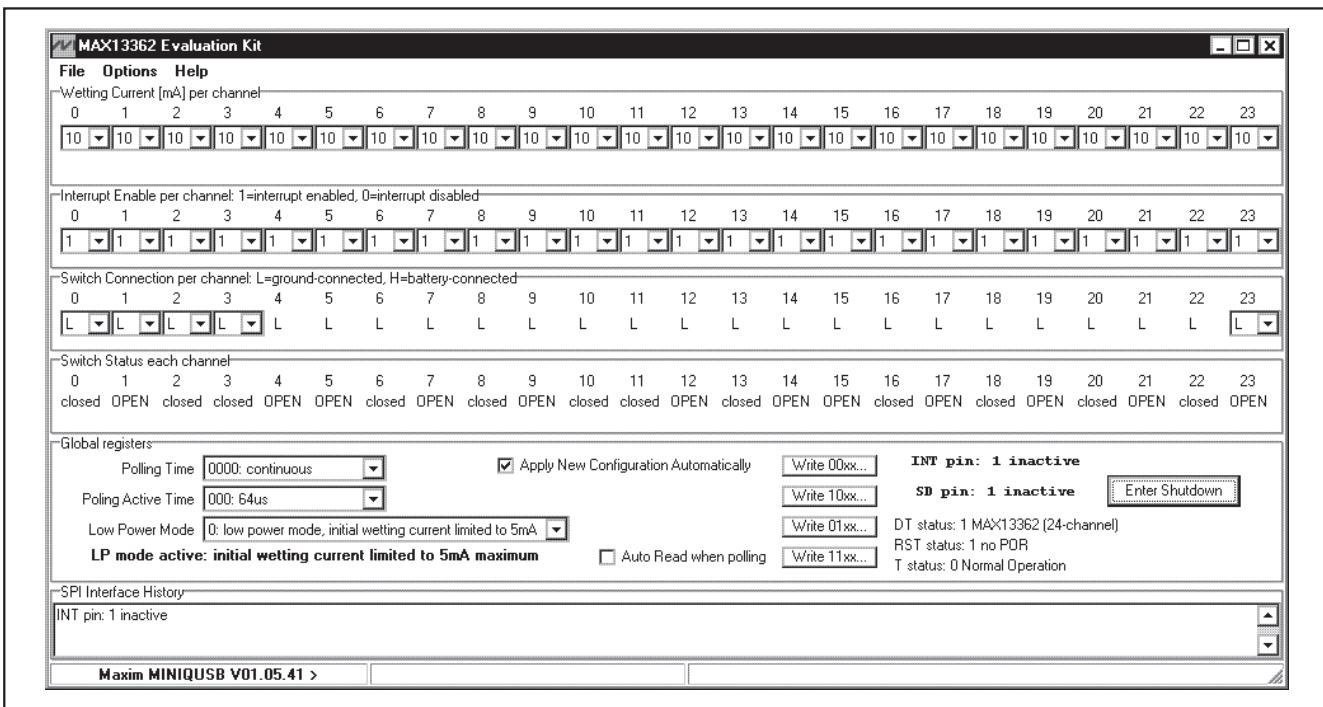

図1. MAX13362のEVキットソフトウェアのメインウィンドウ
- 7) **スタート | すべてのプログラム**メニューにあるアイコンを開いてMAX13362のEVキットのソフトウェアを起動してください。すると、EVキットソフトウェアのメインウィンドウが図1に示すように現れます。
Options | Pollingのメニュー項目がチェックになっていれば、ソフトウェアは自動的にSPI転送を実行してデバイスが更新されます。評価ソフトウェアのメインウィンドウが図1に示されています。